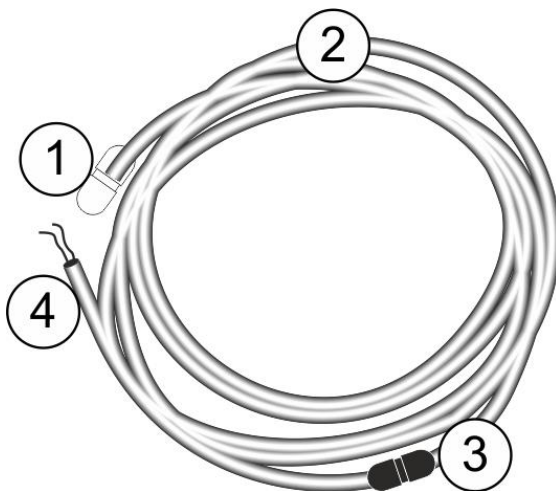

Рисунок 1
Секция SKAT HT NoFrost (Рисунок 1) представляет собой нагревательную секцию из резистивного нагревательного кабеля (2) с концевой (1) и соединительной (3) муфтами и «холодным концом» для подключения питания (4) — электрическим проводом длиной 2 м.